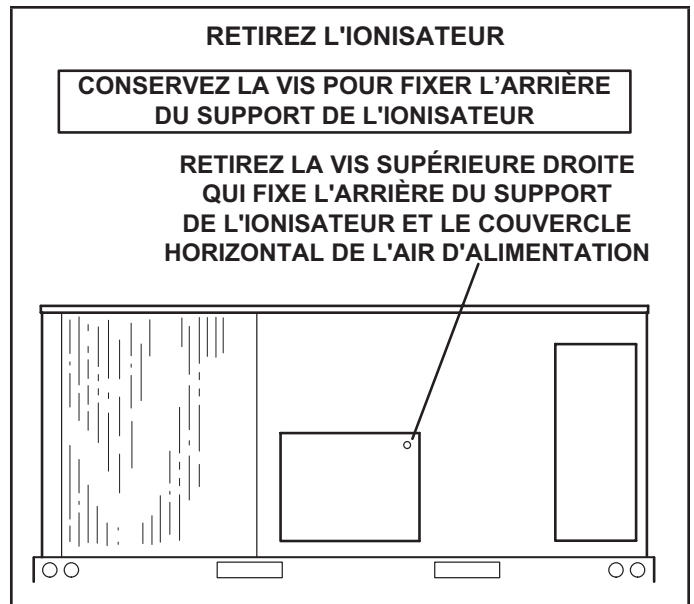

FIGURE 26
- 1 - À l'arrière de l'unité, retirez la vis qui maintient l'arrière du support de l'ionisateur. Reportez-vous à la FIGURE 26. Conservez la vis pour fixer la partie arrière du support de l'ionisateur.